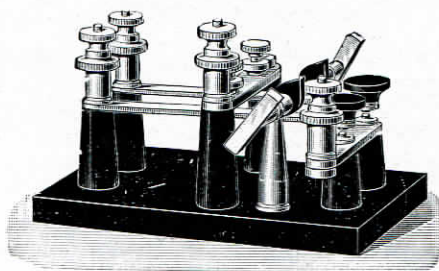

FIG. 33
**Clef d'inversion** à double touche (figure 33)..... 80. »